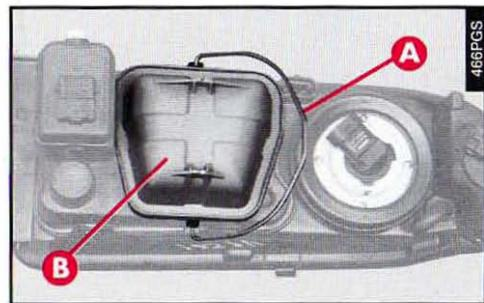

fig. 34
– Tirer l'agrafe (**A-fig. 34**) et la déplacer de côté pour enlever le couvercle (**B**).
– Remonter correctement le couvercle de protection et le bloquer avec l'agrafe (**A-fig. 34**).